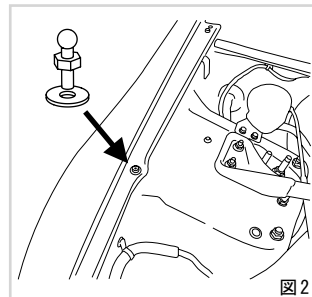

図2
- ④ フェンダーを固定しているボルトの内、ストラットタワー付近(中央部分)のボルトを取外す。(図2参照)
- ⑤ 付属のジョイントボルトを付属のワッシャーと共に規定トルクで締め付ける。
- ⑥ 固定したジョイントボルトに①で組立てたダンパーを取付ける。(ロックピンを外してボールジョイントを押し込み、再度ロックピンを確実に差し込んで下さい。)